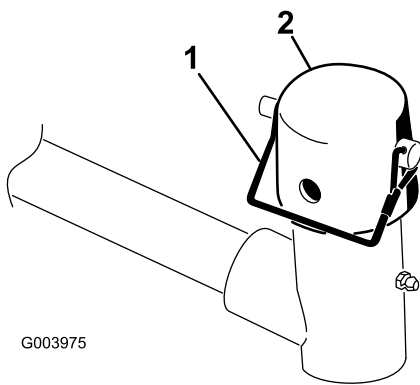

Figure 6
7. Retirez la goupille élastique et le capuchon de la chape de pivot du bras de relevage (Figure 6).
11. Fixez le capuchon et l'arbre du bâti porteur à la chape du bras de relevage avec la goupille à fermoir. Utilisez la fente si un plateau de coupe directionnel est recherché ou utilisez le trou si le plateau de coupe doit rester fixe (Figure 6).